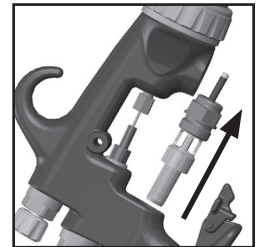

Fig. 28
3. Quitar la válvula de aire sujetando el vástago, (Ver Fig. 28)